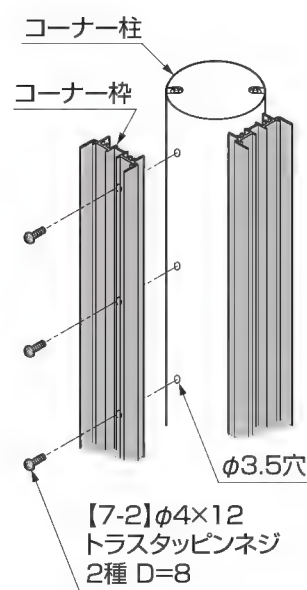

図3-33
- ③コーナー枠を【7-2】でコーナー柱に取付けてください。（図3-33参照）